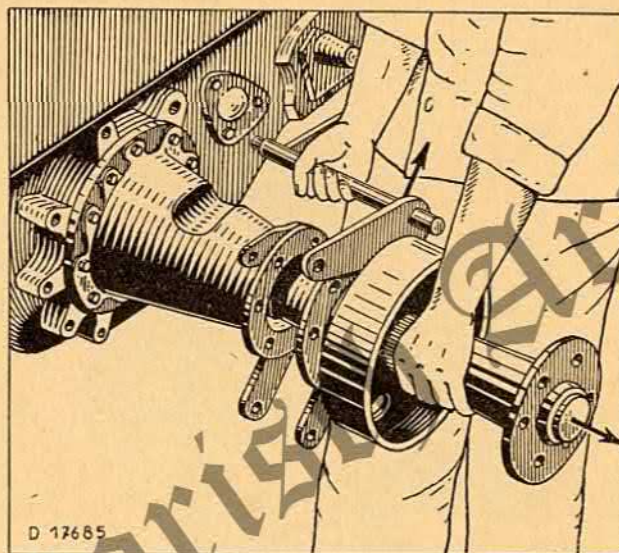

Bild 7
6. Auf beiden Seiten Hinterachse samt Bremsscheibe soweit herausziehen, daß das Bremschild links und rechts samt Bremswelle herausgenommen werden kann (Bild 7).